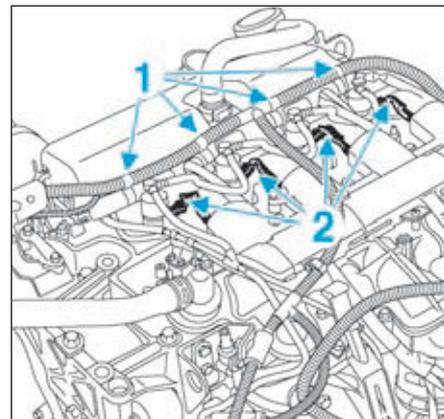

FIG.11
- Dégrafer le faisceau électrique (1), puis débrancher les connecteurs (2) des bougies de préchauffage (Fig.11).